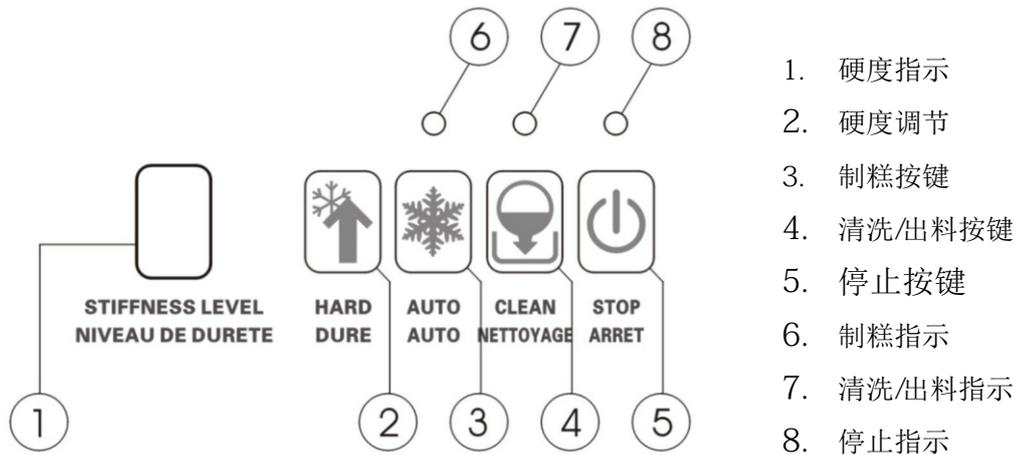

图 27
• 每次启动机器工作前，应先设定硬度。硬度指示数为 1-5 共 5 档。1 为最软，5 为最硬。（见图 27）